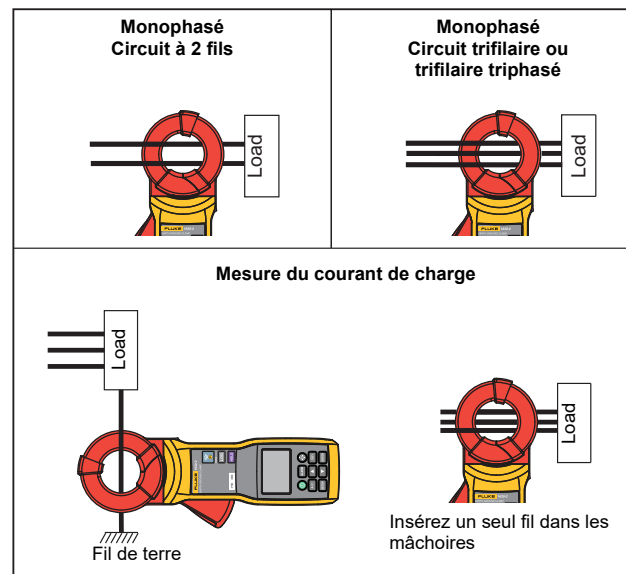

Figure 11. Mesure du courant de fuite CA
4. Fixez la pince sur l'électrode, le conducteur ou le piquet de terre pour effectuer la mesure. La figure 11 montre plusieurs types de connexion pour une mesure de courant de fuite CA.